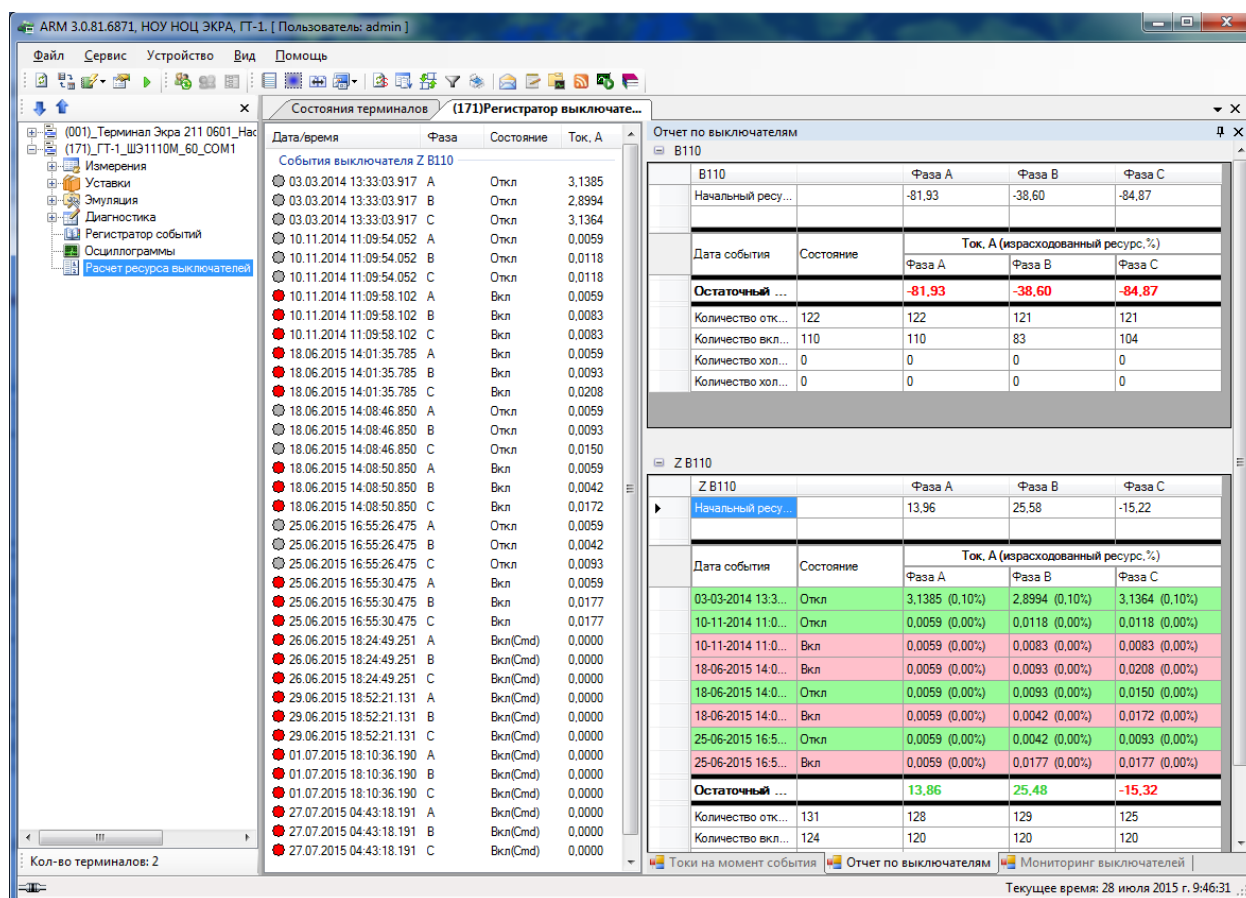

Рисунок 2.64
– Отчет по выключателям – отображает отчет событий для каждого выключателя. Здесь отражены все изменения состояния выключателя, какой ресурс был исчерпан по каждой фазе, когда и во сколько, остаточный ресурс по каждой фазе, остаточный ресурс выключателя, общее количество отключений/включений от начала эксплуатации (см. рисунок 2.64). Какой ресурс был исчерпан при переключении, определяется по линейным характеристикам таблиц отключений/включений.